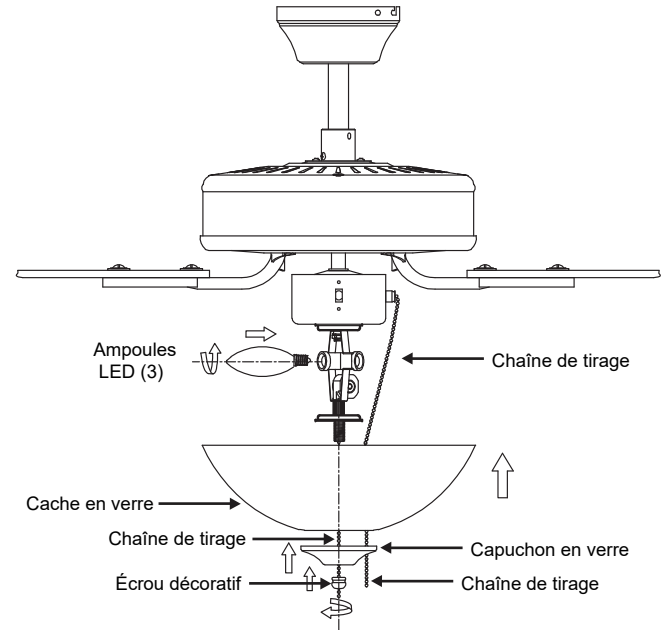

Fig. 17
**Étape 1.** Retirez le capuchon en verre et l'écrou décoratif du kit d'éclairage (Fig. 17).
**Étape 2.** Installez les ampoules LED (incluses) (Fig. 17).
**Étape 3.** Placez le cache en verre sur la tige du kit d'éclairage, fixez avec le capuchon en verre et l'écrou décoratif (Fig. 17).
**Étape 4.** Insérez les chaînes de tirage par l'œillet dans le cache et le capuchon. Fixez le capuchon en verre avec l'écrou décoratif (fourni). Ne pas trop serrer (Fig. 17).